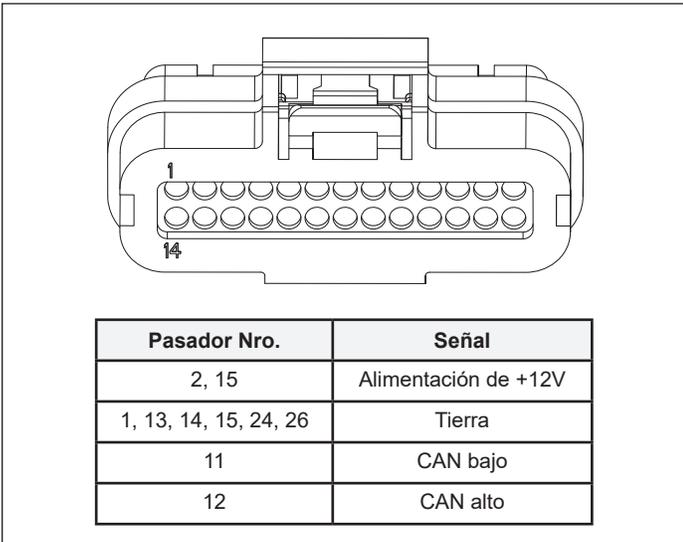

Figura 3: Reemplazo del conector del arnés original
1. Anote los colores y las posiciones de los cables en la carcasa del conector original. Es importante identificar los cables de alimentación, tierra, CAN alto y CAN bajo. Por lo general, serán de color rojo, negro, amarillo y verde, respectivamente. Si estos no son los colores utilizados, *utilice el diagrama de pines de la figura 3 para identificar y anotar las señales de los cables.*